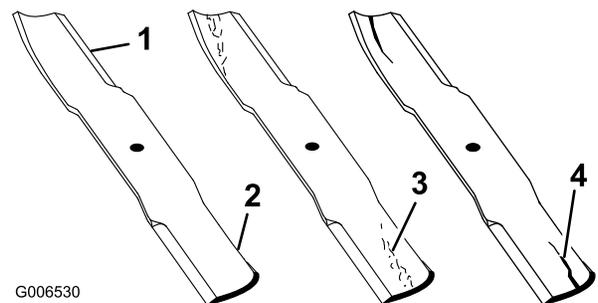

Bild 76
1. Untersuchen Sie die Schnittkanten (Bild 76).
4. Wenn Sie Risse, Verschleiß oder Rillenbildung in diesem Bereich feststellen, sollten Sie sofort ein neues Schnittmesser einbauen (Bild 76).